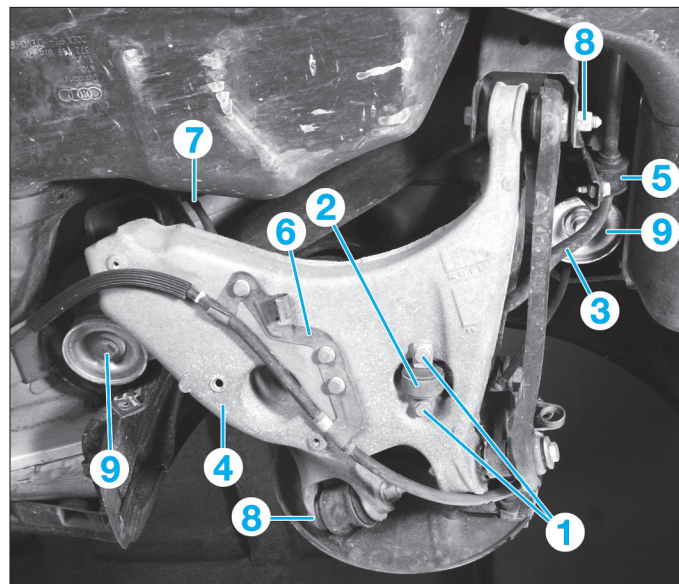

Fig. 31
- les vis de fixation (1) de la biellette (2) de barre stabilisatrice (3) sur le bras inférieur (4) et sur la barre stabilisatrice (Fig.31),
- la biellette (2) de barre stabilisatrice,
- les vis de fixation des paliers (5) sur l'essieu,
- le support de câble (6) de frein à main et le dégager du bras inférieur (Fig.31),
- la vis excentrique (7) avant de bras inférieur sur le berceau après avoir repéré sa position,
- Déposer les vis de fixation (8) du bras inférieur.
- Déposer les vis de fixation (9) (côté droit représenté) de l'essieu et le déposer (Fig.31).